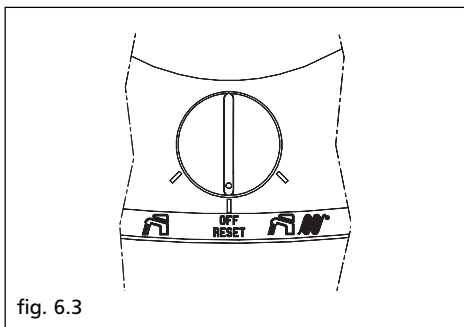

fig. 6.3
Indstil driftvælgeren på OFF/RESET (fig. 6.3) og derefter tilbage til  eller . Lampen lyser grønt igen.
- indstil driftvælgeren på OFF-RESET (fig. 6.3)